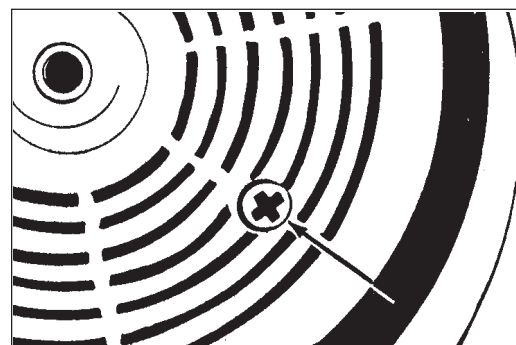

Figura 7
3. Alinee ambos orificios con uno de los tres tornillos de la cubierta del alojamiento de los engranajes. Retire el tornillo de la cubierta del alojamiento de los engranajes. (Figura 7)